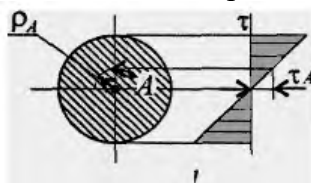

Рис. 7.1
Распределение касательных напряжений по сечению при кручении (рис. 7.1)
Для заданного бруса (рис.7.1) построить эпюры крутящих моментов, рациональным расположением шкивов на валу добиться уменьшения значения максимального крутящего момента. Построить эпюру крутящих моментов при рациональном расположении шкивов. Из условия прочности определить диаметры валов для сплошного и кольцевого сечений, приняв
2. Строим эпюру крутящих моментов. Значения крутящих моментов откладываем вниз от оси, т.к. моменты отрицательные. Максимальное значение крутящего момента на валу в этом случае 1000 Н·м (рис.7.1).